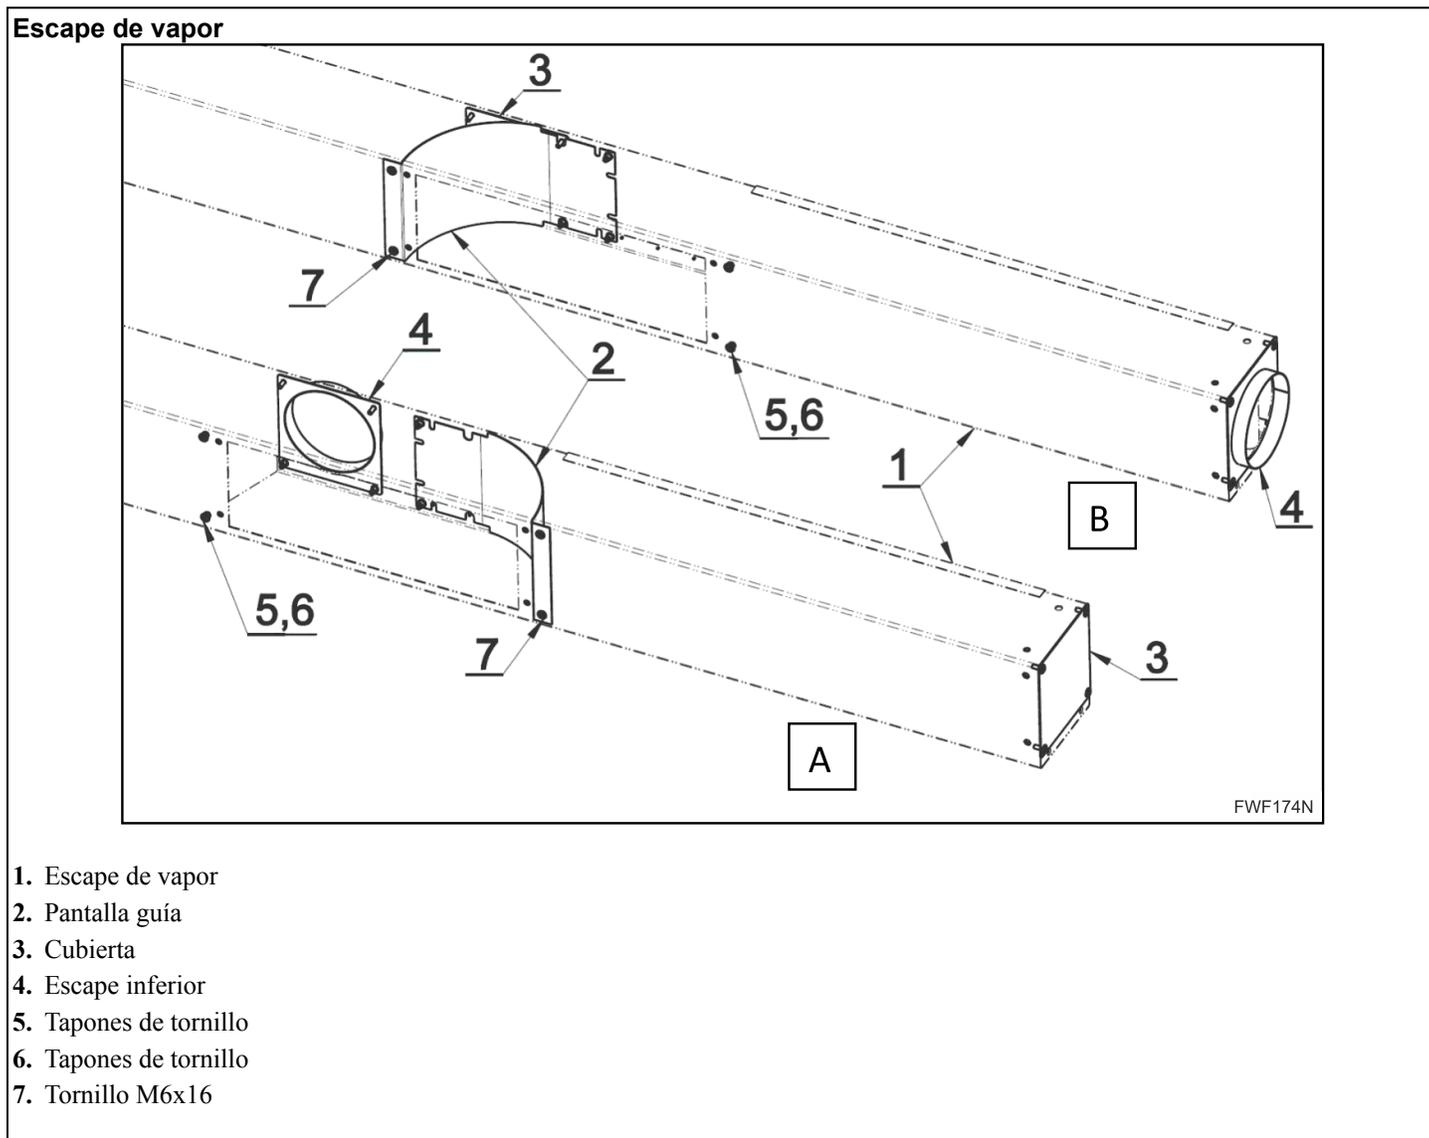

Figura 26
- Las máquinas se proporcionan en dos versiones en cuanto a lo relacionado con el sistema de escape de vapor. Consulte la *Figura 26* y el capítulo *Conexión con el sistema de escape de vapor*.
- A – escape de vapor inverso: *Figura 26 – versión A y Figura 1*.
- B – escape de vapor a la derecha: *Figura 26 – versión B y Figura 12*.
- Cambio de la posición de la rejilla guía (2)
- Intercambio de las posiciones (5), (6) de los tapones del tornillo, 2 piezas
- Intercambio de los componentes (3) y (4)